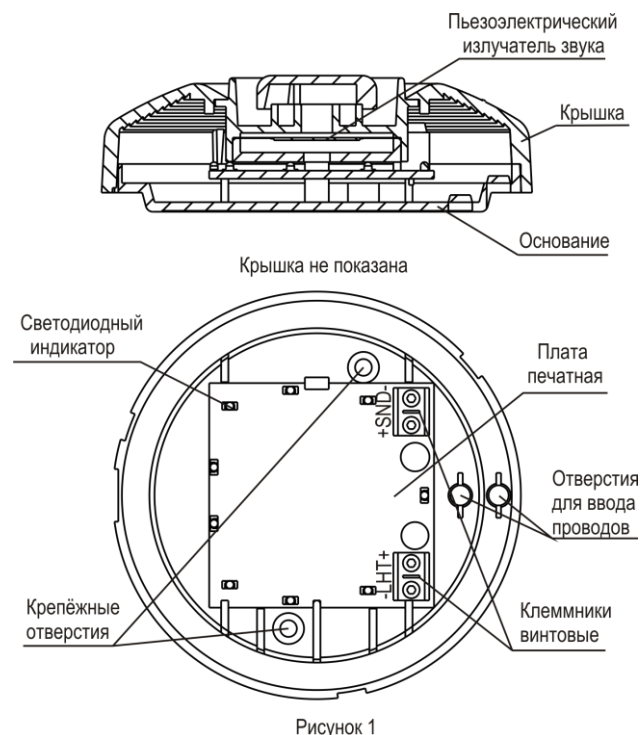

Рисунок 1
- в) удалить в основании одну из заглушек в отверстиях для ввода проводов (рисунок 1) и провести провода от источника питания через отверстие;